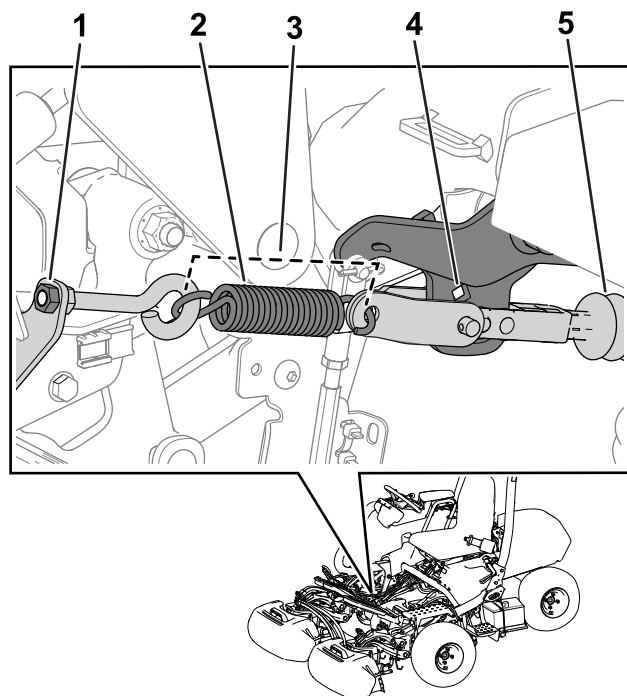

Рисунок 30
Примечание: См. Рисунок 30 для выполнения данной процедуры.
5. Снимите натяжение пружины, ослабив гайку, которая крепит болт с проушиной к кронштейну пружины (Рисунок 30).
3. Установите пружину, как показано на Рисунок 30.
4. Затяните гайку болта с проушиной, чтобы длина установленной пружины составила 11,4 см (Рисунок 30).